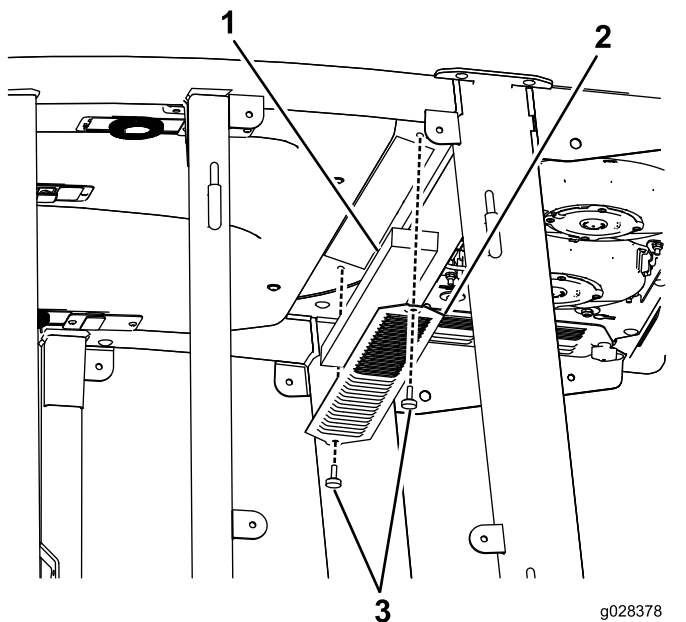
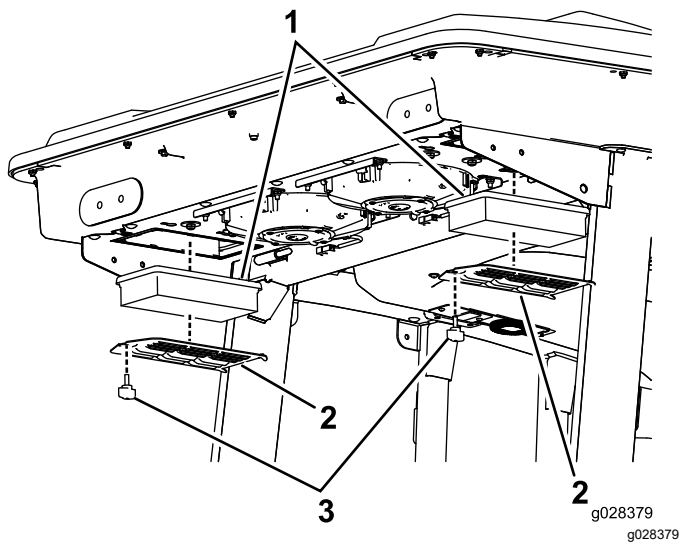
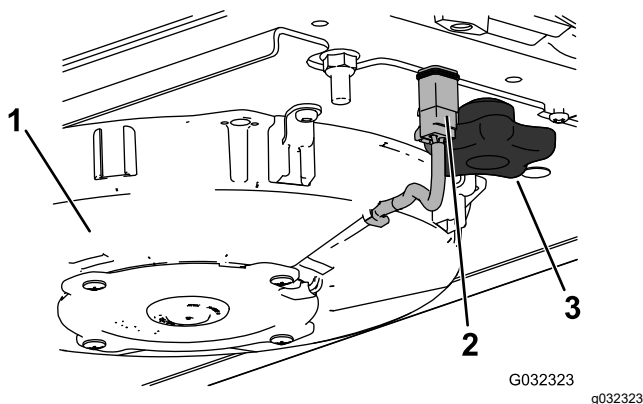
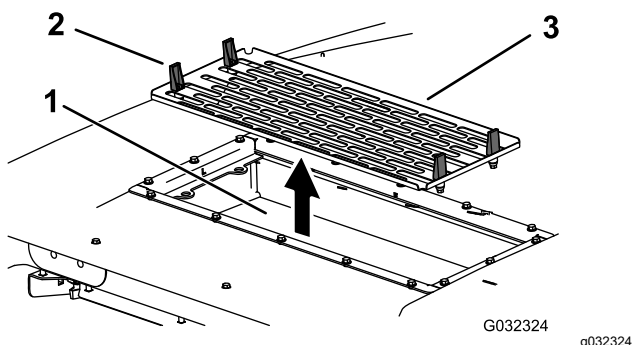

Figura 97
Figura 98
Figura 100
Figura 101
1. Rimuovete le viti e le griglie sia dal filtro dell'aria interno alla cabina, sia da quello sulla parte posteriore della cabina (**Figura 97** e **Figura 98**).
4. Togliete i filtri dell'aria (vedere Figura 98).
6. Installate i filtri dell'aria, la griglia e il gruppo ventola (Figura 98, Figura 100 e Figura 101).
7. Collegate il filo per ciascuna ventola (Figura 100).